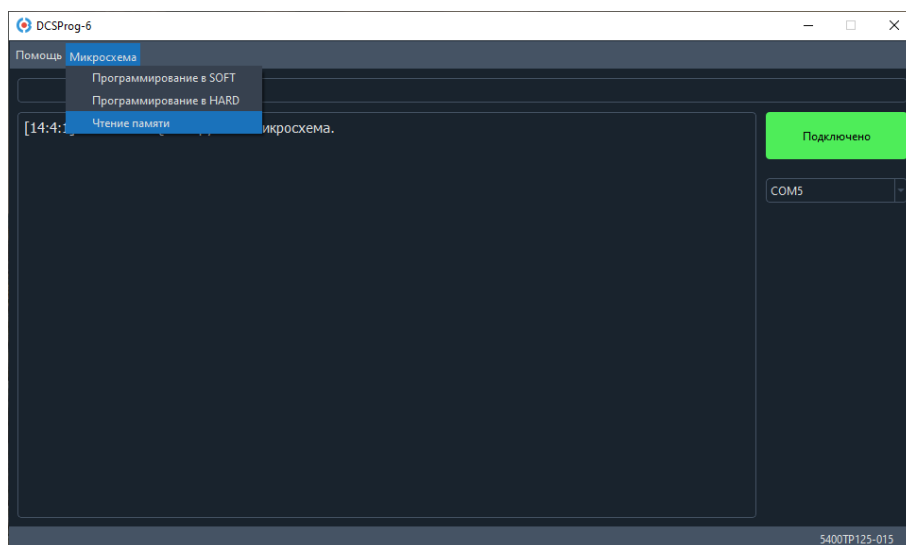

Рисунок 15. Чтение энергонезависимой памяти микросхемы
1. Нажмите «Микросхема» – «Чтение памяти» (Рисунок 15).